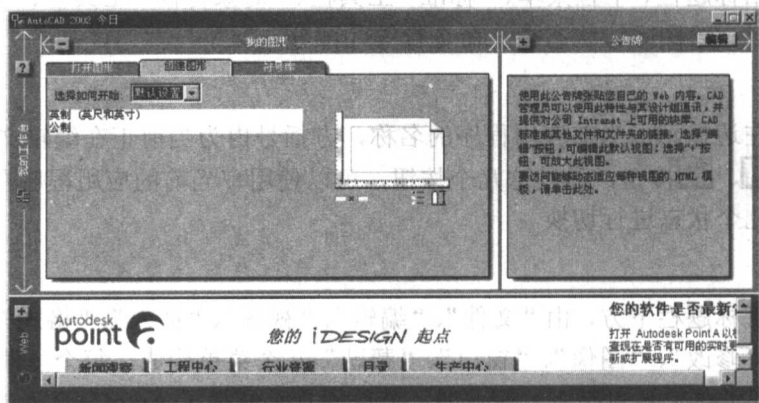

图 1-3
(1) 在如图 1-1 所示窗口中单击“创建图形”选项卡, 打开如图 1-3 所示窗口。
(2) 在“选择如何开始”下拉列表框选择“样板”、“默认的单位设置”、“向导”3个选项中的一个。这3个选项的含义如下: